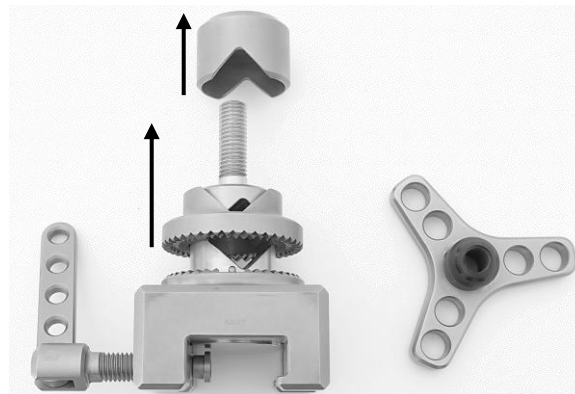

Fig. 17
Tirer d'abord la partie supérieure de la mâchoire de serrage (2) du filetage du socle (4), puis retirer la partie inférieure de la mâchoire de serrage (3) (Fig. 17).